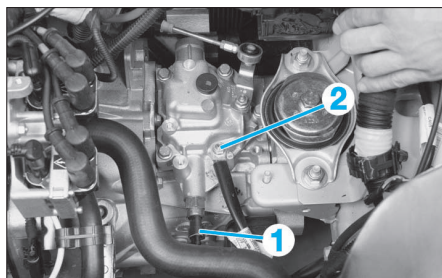

FIG. 1
- Débrancher le contacteur de marche AR (1) (Fig.1) et le câble de masse (2).